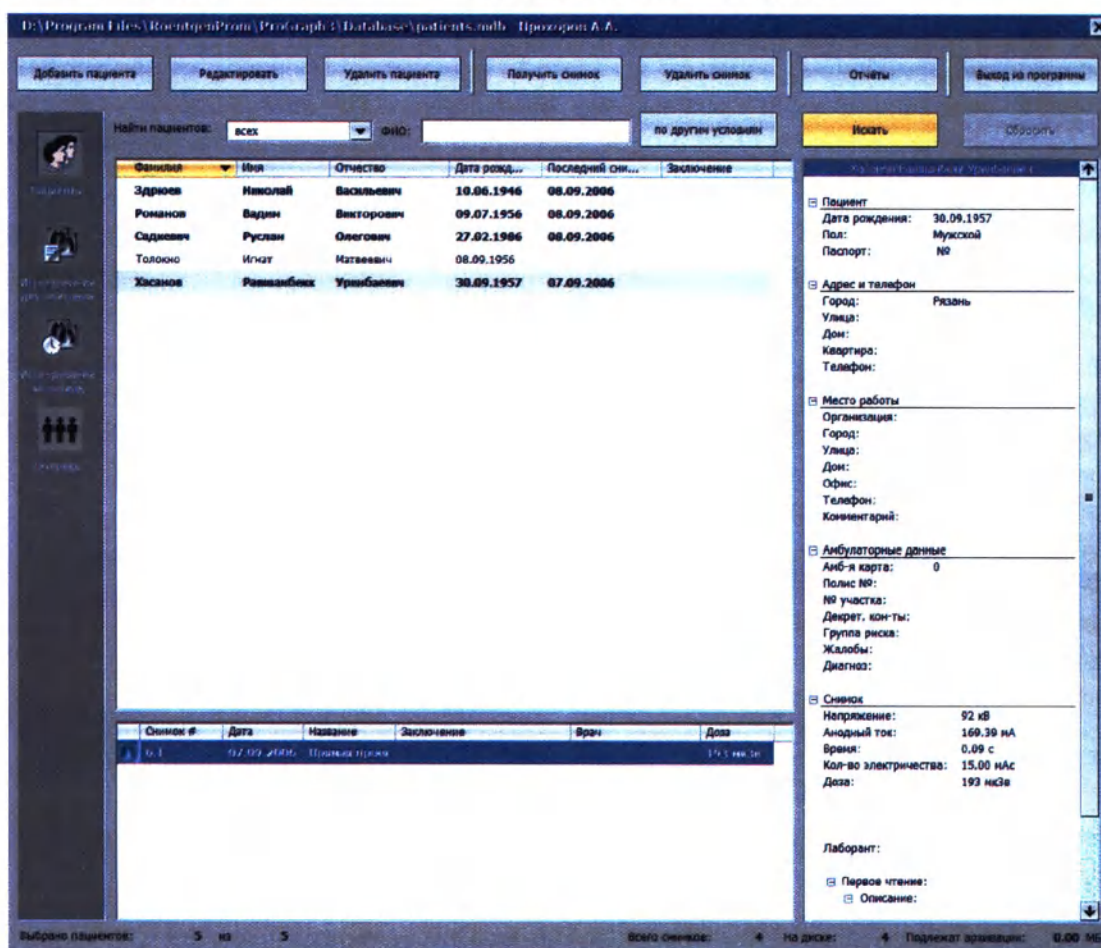

Рисунок 7 - Диалог работы с базой данных пациентов
**6.7** После запуска программы на мониторе АРМ1 откроется диалог работы с базой данных пациентов (рис. 7), где можно найти или добавить нового пациента.
Чтобы добавить в базу данных запись о новом пациенте, нажать на кнопку **«Добавить пациента»**, расположенную в верхней части окна (рис. 7).
Чтобы вернуться к полному списку пациентов, надо нажать кнопку **«Сбросить»** или **«Искать»**, расположенные в правом верхнем углу окна работы с базой данных (рис. 7).
При этом появится окно работы с базой данных (рис. 7).
**6.10** Чтобы завершить работу с программой «ПроГраф», нужно нажать на кнопку «Выход из программы» в окне работы с базой данных (рис.7) или в меню главного окна «Файл» выбрать команду «Выход».
**7.3** На панели справа в панели «Сохранить и ...» нажать кнопку «**Завершить исследование**» – серия снимков станет доступной для реконструкции на рабочем месте врача. При этом появится окно работы с базой данных (рис. 7).